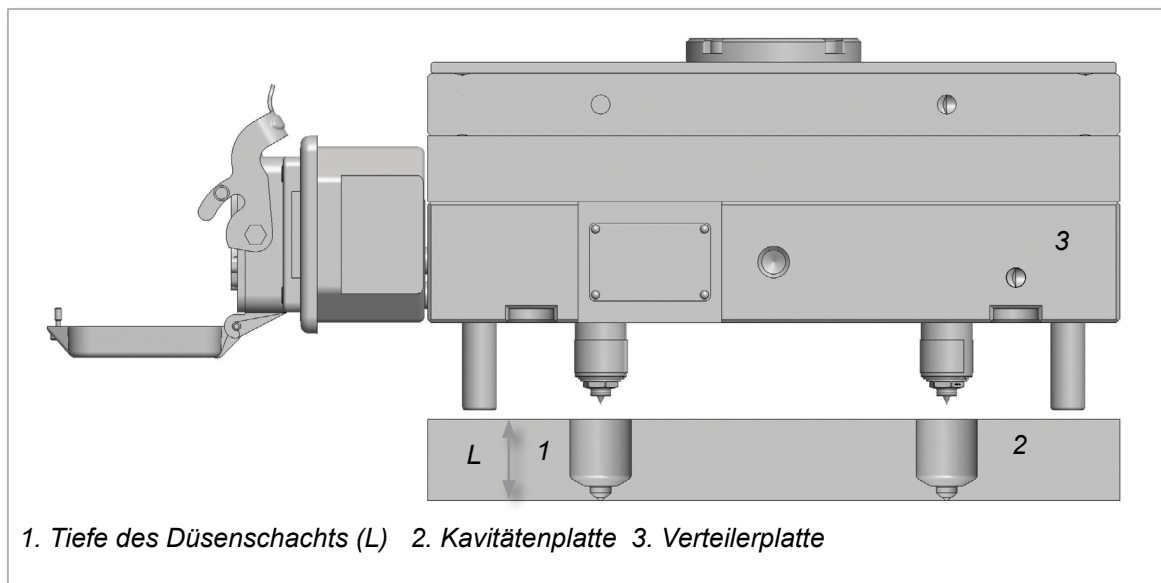

Abbildung 6-1 Düsentiefe
1. Überprüfen Sie, ob die Düsentiefe (L) in der Hohlraumplatte den Spezifikationen von Mold-Masters entspricht. Siehe Abbildung 6-1.